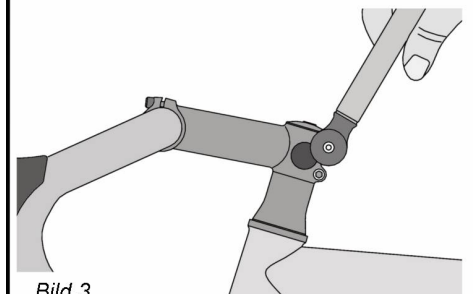

Bild 3
- Ziehen Sie mit einem Drehmomentschlüssel die Vorbauklemmschrauben gleichmäßig und abwechselnd bis zu einem Anzugsmoment von 7 Nm an, **Bild 3**.